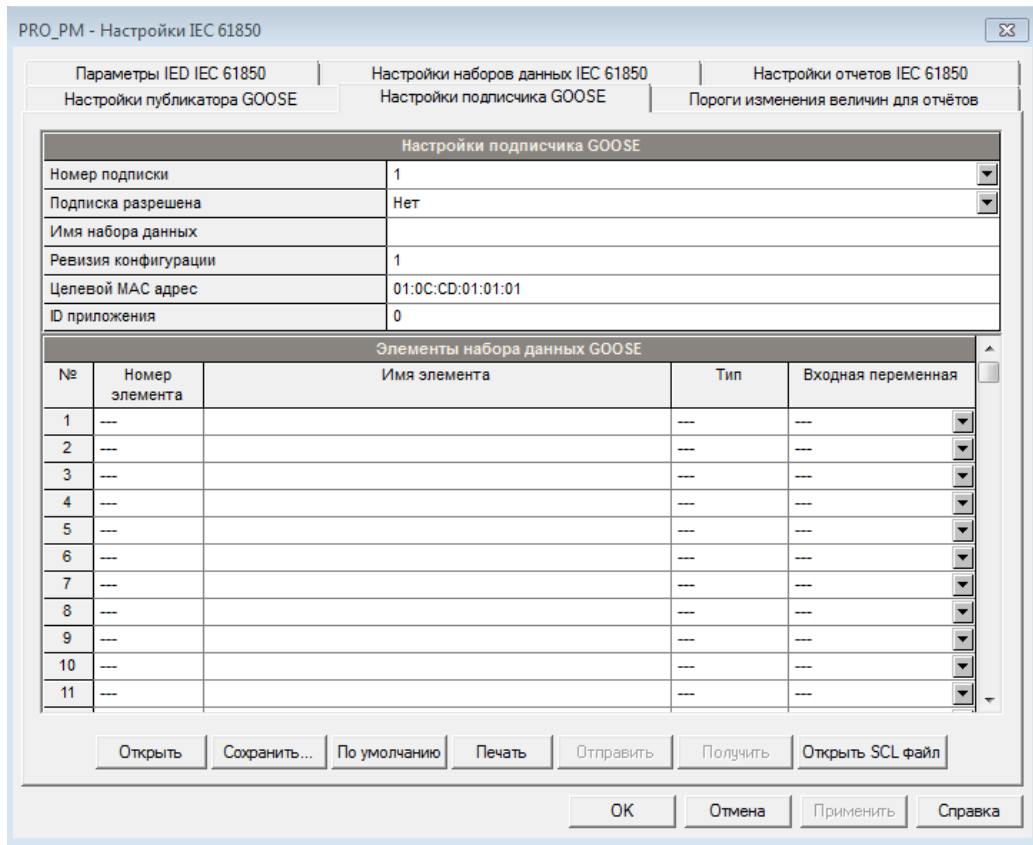

Рисунок 123 – Настройки подписчика GOOSE
1. Выберите на панели меню ПО PAS «Настройки» – «Настройки IEC 61850», в открывшемся окне выберите вкладку «Настройки подписчика GOOSE» (рисунок 123).